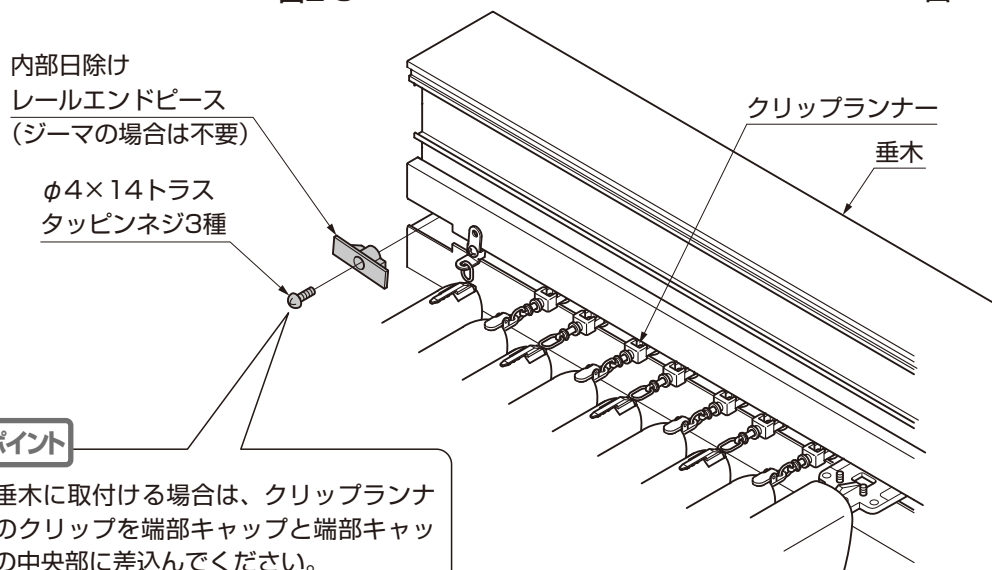

図2-5 妻垂木の場合の取付け
- ④初めの手順で取外した内部日除けレールエンドピースを、元の位置に取付けてください。(図2-5参照)